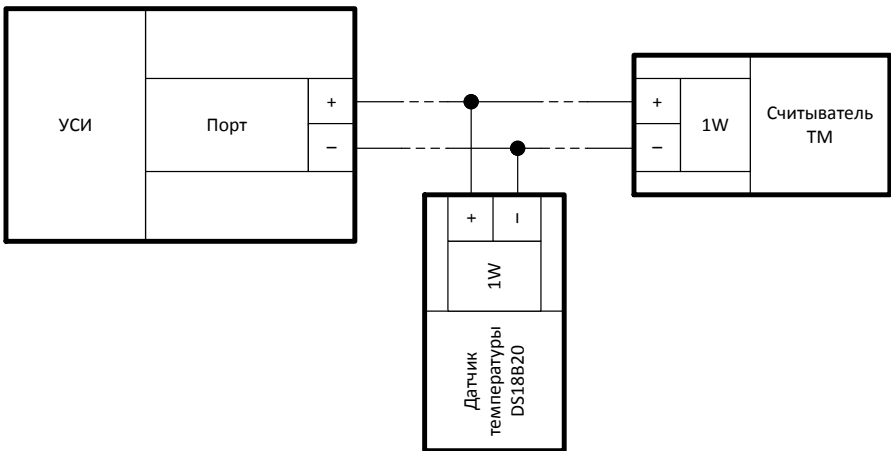

Рисунок 7. Схема подключения устройств 1W
7. Схема подключения устройств 1W отображена на рисунке Рисунок 7.